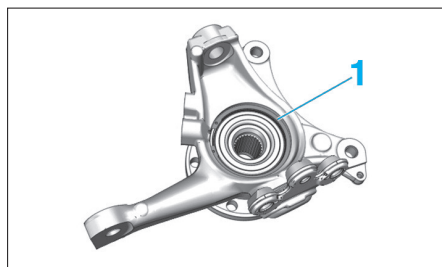

Fig. 31
- Déposer le circlips (1) de maintien de roulement de moyeu avant (Fig.31).